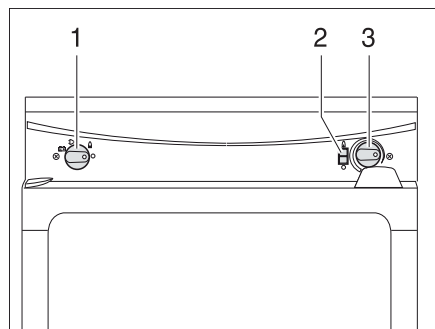

Fig. 140 Boutons de commande pour le réfrigérateur (Thetford sans SES)
- Placer le sélecteur de source d'énergie (Fig. 140,1) sur gaz "🔥".
- Enfoncer le bouton tournant (Fig. 140,3) et le maintenir enfoncé. L'arrivée de gaz est ouverte. L'allumage s'effectue de manière automatique. Un tic-tac est distinctement perceptible jusqu'à ce que la procédure d'allumage soit effectuée avec succès.
- Maintenir le bouton tournant (Fig. 140,3) enfoncé jusqu'à ce que l'indicateur de la flamme (Fig. 140,2) passe au vert, puis le relâcher. Si la flamme s'éteint, le système d'allumage répète la procédure de manière automatique.
- Placer le sélecteur de source d'énergie (Fig. 140,1) sur "○". Le réfrigérateur est coupé.
- Placer le sélecteur de source d'énergie (Fig. 140,1) sur mode 230 V "⚡".
- Régler la température de réfrigération avec le bouton tournant (Fig. 140,3).
- Placer le sélecteur de source d'énergie (Fig. 140,1) sur mode 12 V "🔋".